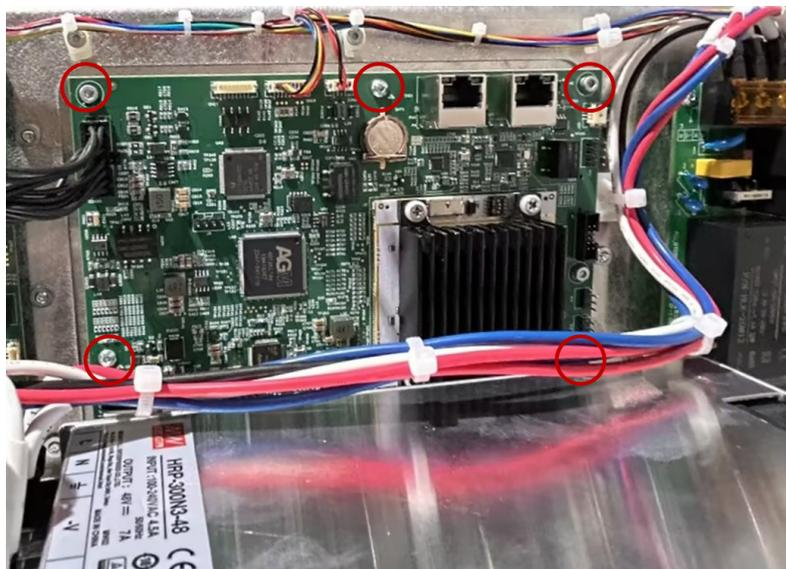

图 3-28: 螺钉位置
8. 将固定 Safe I/O 的内六角圆柱头螺钉全部拆下，取下 Safe I/O，装上新的 Safe I/O 并将螺钉固定好，如图 3-28 所示；